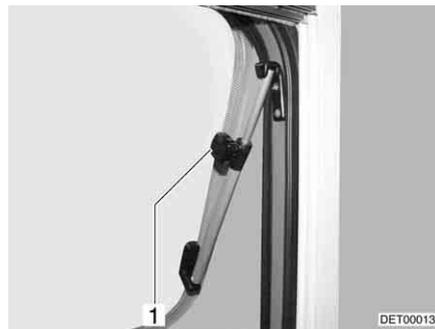

Fig. 54 Ventana abatible con soporte giratorio
- Abrir la ventana abatible hasta la posición deseada y fijarla con el botón moleteado (Fig. 54,1).
- Girar el botón moleteado (Fig. 54,1) hasta que se libere el bloqueo.